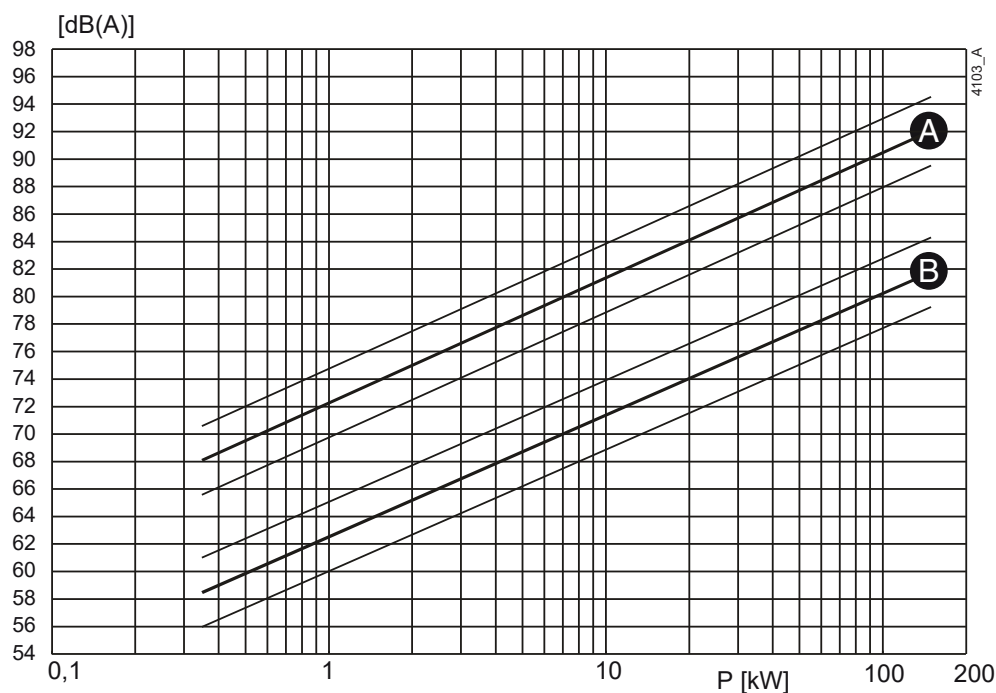
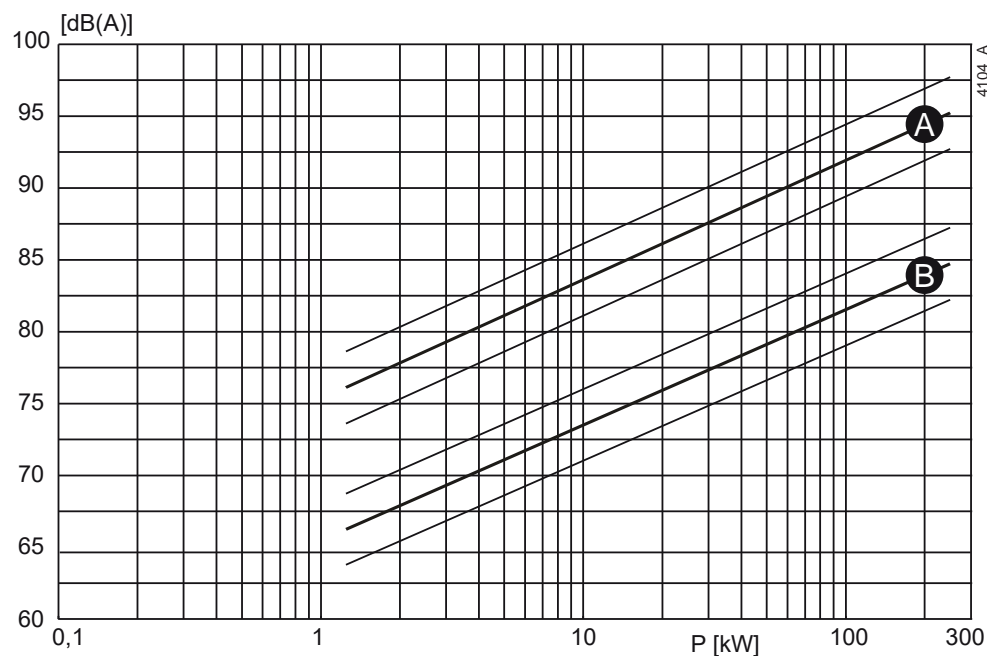

Figure 40: Niveau sonore en fonction de la puissance de la pompe [kW] à 1450 min⁻¹
Figure 41: Niveau sonore en fonction de la puissance de la pompe [kW] à 2900 min⁻¹
- 1 Déterminez le niveau sonore (L_1) de la pompe, voir figure 40 ou figure 41.